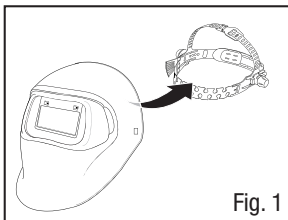

Fig. 1
- Siga las Figs. 1-4 para quitar y reemplazar de manera correcta la Careta para soldadura 3M™ Speedglas™ 100 con el Adaptador de casco 3M™ Speedglas™ 100 (número de parte 07-0014-00NR) como se muestra en las Figs. 1 y 2.